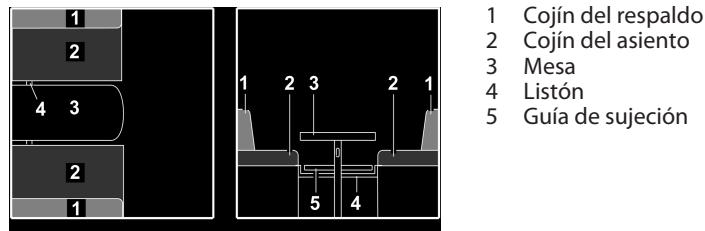

Fig. 73 Antes de la transformación
- Transformar la mesa (Fig. 73,3) en base de cama (véase apartado 7.8).
- Meter el listón (Fig. 73,4) o tirarlo hacia el centro. El listón está en la posición correcta si apoya el tablero de mesa directamente debajo de la pata de mesa.